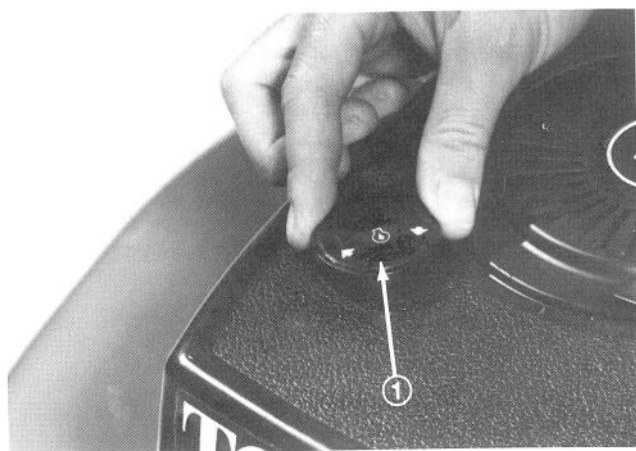

Abb. 3
2. Ölmesstab herausnehmen (Abb. 3).